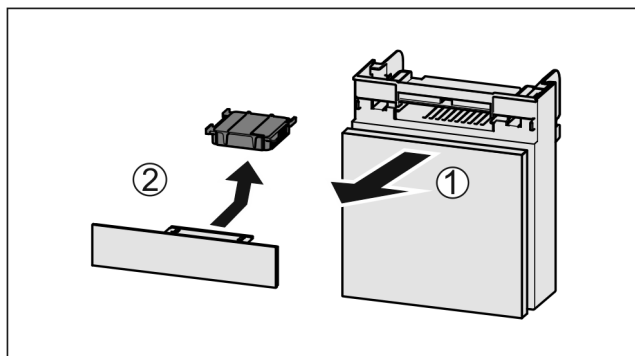

Fig. 132
- ▶ Extraire le compartiment par l'avant Fig. 132 (1).
- ▶ Sortir le filtre à charbon actif Fig. 132 (2).